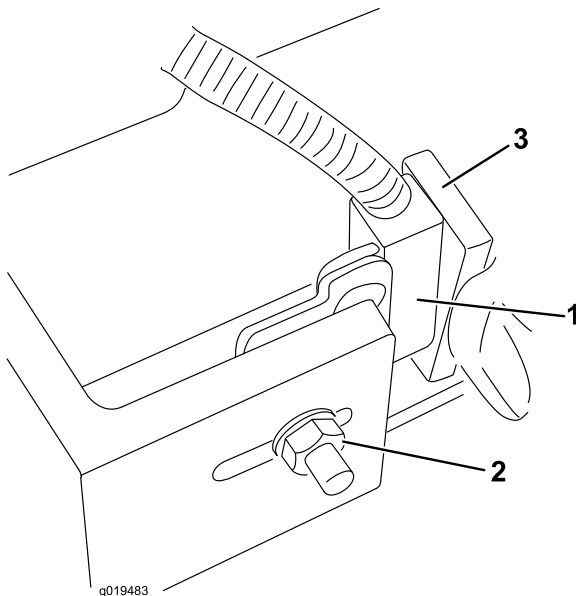

Bild 80
2. Lösen Sie die Schlosssschraubenmutter, mit der die Hubarm-Schalterhalterung an den Hubarmen Nr. 4, Nr. 6 und Nr. 7 befestigt ist (Bild 80).